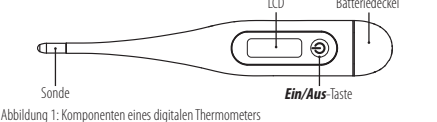

Abbildung 1: Komponenten eines digitalen Thermometers
- Drücken Sie die *Ein/Aus-Taste* neben dem LCD-Display in Abbildung 1. Ein Ton ertönt, während auf dem Bildschirm angezeigt wird **18.8.5**, gefolgt von der zuletzt aufgezeichneten Temperatur. Nachdem die Selbsttemperatur angezeigt wurde, befindet sich das Thermometer nun im Testmodus.